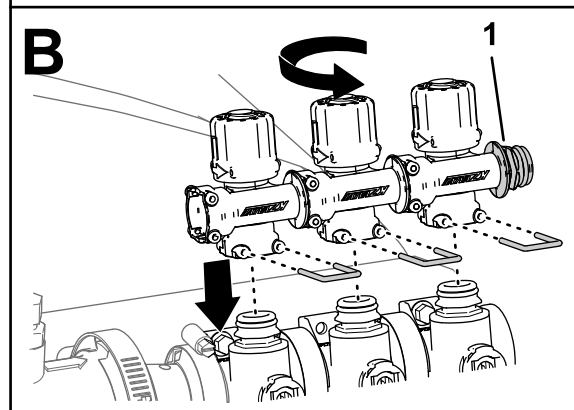

Рисунок 66
4. Снимите 3 держателя, которые крепят 3 перепускных клапана к клапанам левой, средней и правой секций (Рисунок 66).
5. Поднимите перепускные клапаны с клапанов секций (Рисунок 66).
6. Поверните перепускные клапаны на 180° и установите их на быстроразъемные штуцеры клапанов секций (Рисунок 66).
7. Закрепите 3 перепускных клапана на клапанах секций с помощью 3 держателей, снятых при выполнении пункта 4 (Рисунок 66).